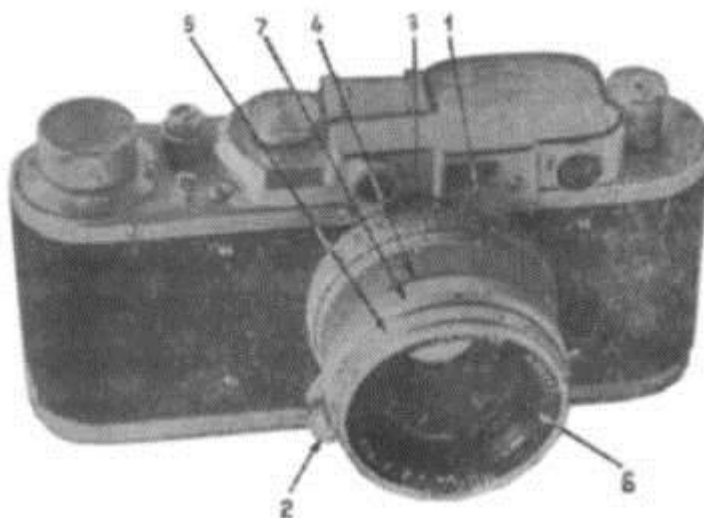

Рис. 20
В этом случае нажмите кнопку поводка (2) рис. 20, выведя поводок из зацепления, поверните его, наблюдая глазом за изображением предмета в центральном (красноватом) поле дальномера рис. 18. Изображения будут сближаться. Продолжайте поворачивать поводок до